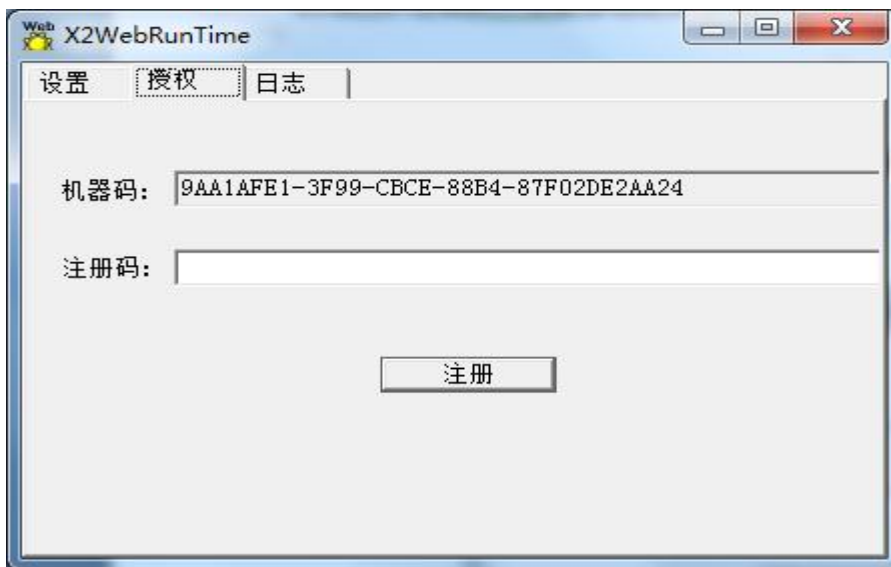

图 3-11-1 产生机器码
(1) USB 硬授权是本公司给用户一个即插即用的 U 盘，用户可以在电脑上插入 U 盘，即可使用本产品，硬授权不受电脑限制，即可以在多台电脑上使用本产品。
(2) 软授权是通过用户的机器码产生一个唯一对应的注册码，此注册码只能在一台电脑上使用，注册码和机器码是相对应的。用户在 PC 上打开 X2SNMPRuntime 程序，点击授权一栏，会看到一个随着计算机产生的机器码,如图 3-11-1 所示。